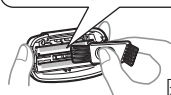

図22
- 2 外刃、内刃、キワゾリ刃および本体を掃除する。(図22)